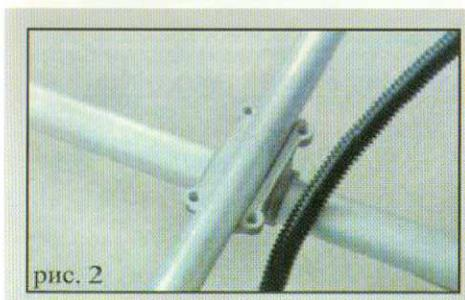
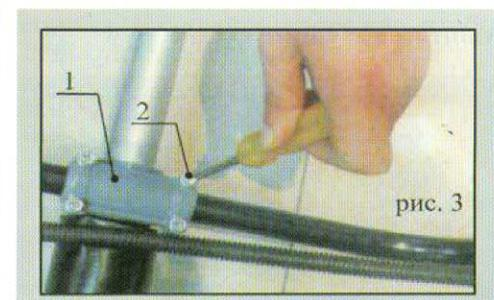

рис. 2
рис. 3
1. Установите две половины рукояти на штангу гибкого вала в соответствующее крепление (рис. 2). наложите сверху дополнительный кронштейн (поз.1, рис.3) и слегка закрепите соединение винтами крепления (поз. 2, рис. 3).